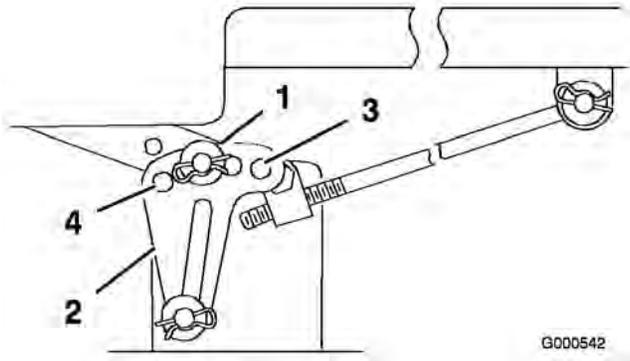

Figure 43
6. Enlevez la goupille fendue et la rondelle de l'une des pattes de mise à niveau (Figure 43).
7. Pour mettre les lames de niveau, fixez les pattes de mise à niveau dans un autre trou à l'aide de la rondelle et de la goupille fendue (Figure 43 et Figure 43). Utilisez un trou plus en avant pour réduire la hauteur de ce côté, ou un trou plus en arrière pour l'augmenter. Réglez les deux côtés selon les besoins.